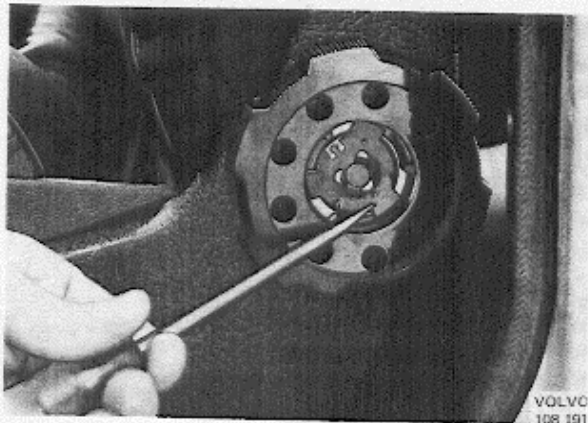

Abb. 56 Ausbau des Verstellrades
2. Sicherungsscheibe (13) im Gegenuhrzeigersinn verdrehen und das Verstellrad (12) entspr. Abb. 56 abziehen.